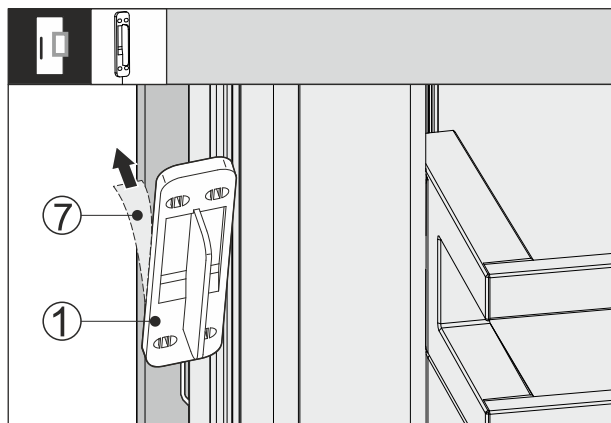

Fig. 65
- ▶ Húzza le a védőfóliát Fig. 65 (7) a koppintásérzékelő Fig. 65 (1) hátoldaláról.